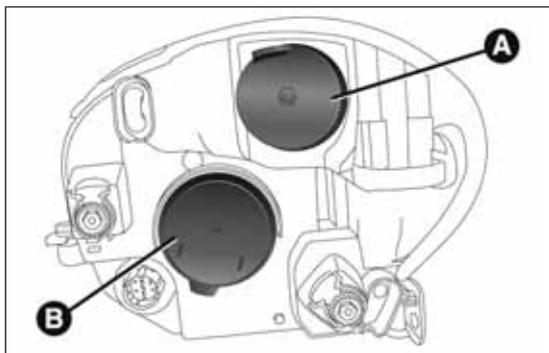

fig. 171
La ubicación de las lámparas es la siguiente fig. 171:
- quitar la tapa A fig. 171;
- por último, volver a montar la tapa A fig. 171.
- quitar la tapa B fig. 171;
- por último, volver a montar la tapa B fig. 171.